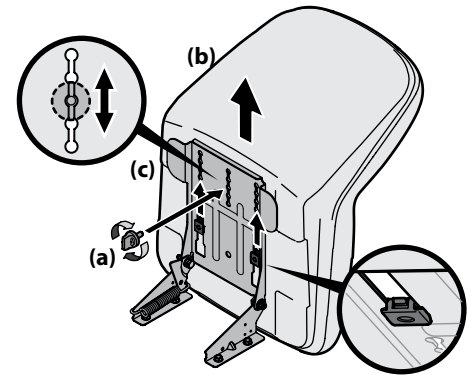

Figura 2-6
3. Deslice el asiento (b) hacia atrás en el soporte de pivote del asiento (c), alineando la ranura trasera central del soporte de pivote del asiento (c) con el orificio restante de la base del asiento (b). Consulte la Figura 2-6.
Nota: Asegúrese que las dos lengüetas del asiento se enganchan en el soporte de pivote del asiento, como se muestra en el recuadro inferior derecho de la Figura 2-6.
4. Seleccione la posición deseada del asiento (b) y fjelo con la perilla de ajuste (a) que retiró en el Paso 1. Consulte la Figura 2-6.
5. Para ajustar la posición del asiento, retire la perilla de ajuste (a) que está en la parte inferior del asiento (b). Deslice el asiento (b) hacia adelante o hacia atrás, según lo desee. Vuelva a colocar la perilla de ajuste (a). Consulte la Figura 2-6.